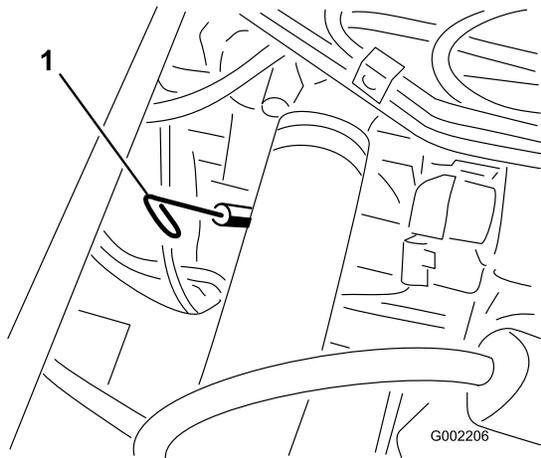

Bild 18
2. Nehmen Sie den Peilstab heraus, der sich unter dem Fahrersitz befindet, und wischen Sie ihn mit einem sauberen Lappen ab (Bild 18).